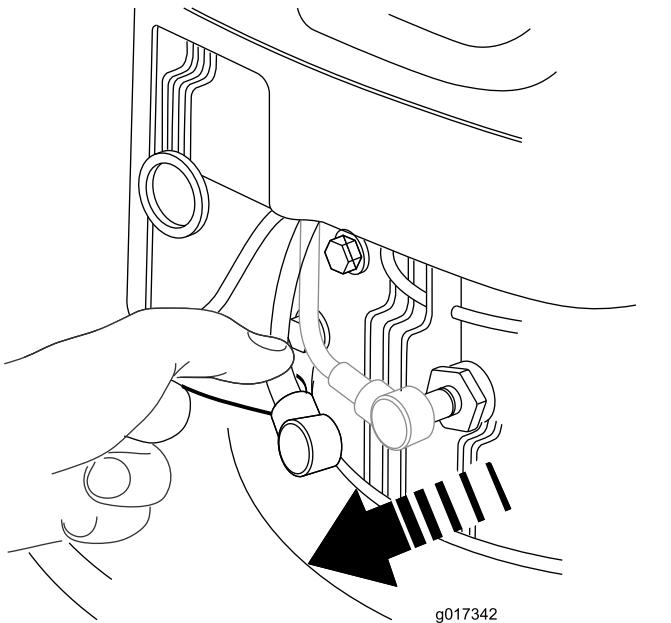

Figure 32
3. Débranchez le fil de la bougie (Figure 32).